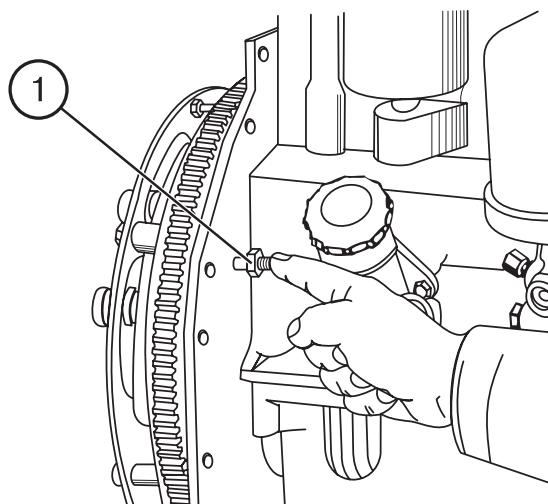

Рис. 47
- д) выверните установочный болт 1 (рис. 47) из резьбового отверстия заднего листа и вставьте его ненарезанным концом в то же отверстие до упора в маховик. При этом установочный болт должен совпасть с отверстием в маховике (это значит, что поршень первого цилиндра дизеля установлен в положение, соответствующее 24° до ВМТ). При несовпадении установочного болта с отверстием в маховике произведите регулировку с помощью квалифицированного специалиста.